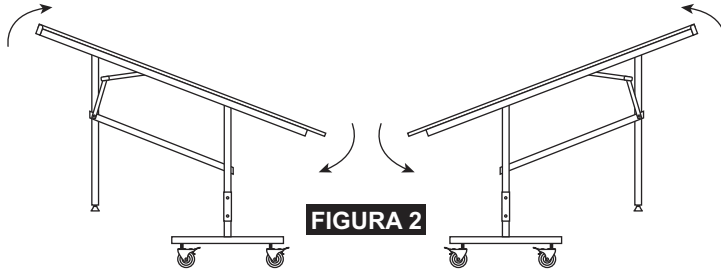

FIGURA 2
2. Levante cada lado de la mesa como se muestra en la FIGURA 2.